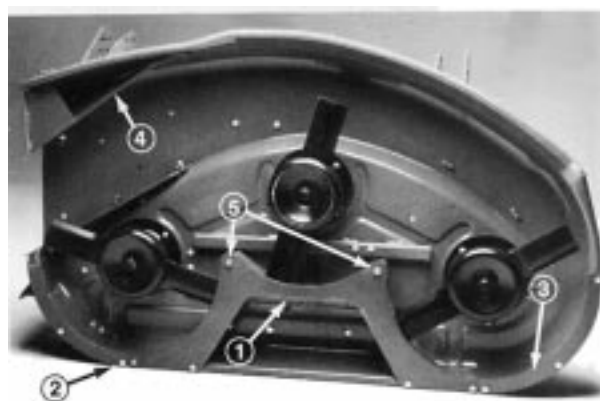

Figure 8
10. Mettre en position la chicane circulaire centrale, et la fixer aux bossages du carter de lame à l'aide de 2 vis auto-taraudeuses de 1/4 x 3/4" (19 mm) et de rondelles de 1/4" (6 mm) (Fig. 8).
11. Utiliser la chicane centrale comme gabarit pour marquer et percer 4 trous de 9/32" (7 mm) de diamètre au centre du bord incurvé du carter de lame (Fig. 8).
13. Fixer sans serrer la chicane circulaire de droite à la chicane arrière à l'aide de 2 boulons de carrossier de 5/16 x 5/8" (16 mm) et de contre-écrous de 5/16" (Fig. 8).
14. Faire correspondre la chicane circulaire de droite avec la chicane centrale et le bord du carter de lame. Marquer et percer 2 trous de 9/32" (7 mm) de diamètre dans le bord incurvé du carter de lame (Fig. 8).
16. Faire correspondre la chicane circulaire de gauche avec la chicane centrale et le bord du carter de lame. Marquer et percer 3 trous de 9/32" (7 mm) de diamètre au centre du bord incurvé du carter de lame. Fixer à l'aide de 3 boulons à tête de 1/4 x 3/4" (19 mm) et de leurs écrous (Fig. 8).